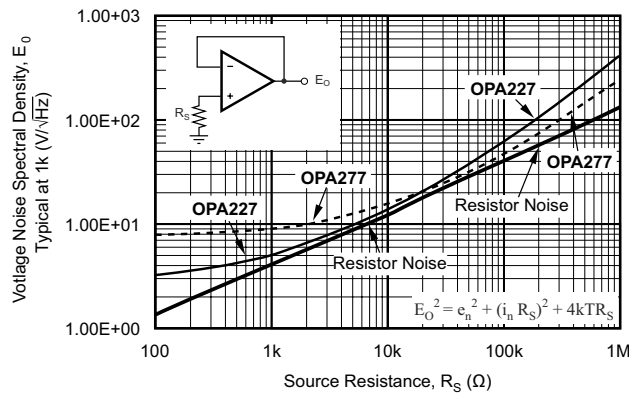

図 7-4. ユニティ・ゲイン・バッファ構成の OPA227 のノイズ性能
ユニティ・ゲイン構成のオペアンプでソース・インピーダンスを変化させたときの回路の合計ノイズを、図 7-4 に示します (帰還抵抗ネットワークを使用していないため、他にノイズの原因となるものはありません)。2 つの異なるオペアンプと、回路の合計ノイズの計算値が示されています。OPA227 は電圧ノイズが非常に小さいため、ソース・インピーダンスが低い (20kΩ 未満) 場合に適した選択肢です。類似の高精度オペアンプ OPA227 では、電圧ノイズが多少大きくなりますが、電流ノイズは小さくなります。OPA277 は、中程度のソース・インピーダンス (10kΩ~100kΩ) で優れたノイズ性能を実現します。100kΩ を上回る場合は、OPA132 (超低電流ノイズ) のような FET 入力オペアンプの方が優れた性能を発揮する可能性があります。図 7-4 の式を使用して、回路の合計ノイズを計算します。ここで、 $e_n$ =電圧ノイズ、 $i_n$ =電流ノイズ、 $R_S$ =ソース・インピーダンス、 $k$ =ボルツマン定数= $1.38 \times 10^{-23}$  J/K、 $T$  はケルビン (K) 単位の温度です。ノイズの計算の詳細については、セクション 7.3.7 を参照してください。
ソース・インピーダンスの抵抗の部分では、抵抗の平方根に比例する熱ノイズが発生します。この関係を、図 7-4 に示します。ソース・インピーダンスは一般に固定されているため、ノイズ全体に占める割合ができるだけ少なくなるよう、オペアンプと帰還抵抗を選択します。
ユニティ・ゲイン構成のオペアンプでソース・インピーダンスを変化させたときの合計ノイズを、図 7-4 に示します (帰還抵抗ネットワークを使用していないため、他にノイズの原因となるものはありません)。オペアンプでは、電圧ノイズと電流ノイズの両方が発生します。電圧ノイズは一般的に、オフセット電圧の時間によって変化する要素としてモデル化されます。電流ノイズは、入力バイアス電流の時間によって変化する要素としてモデル化され、ソース抵抗に反応して、ノイズの電圧要素を形成します。したがって、特定のアプリケーションに対する最小ノイズのオペアンプは、ソース・インピーダンスによって異なります。ソース・インピーダンスが小さい場合は、電流ノイズは無視できるもので、通常は電圧ノイズが大部分を占めます。ソース・インピーダンスが大きい場合は、電流ノイズが大部分を占めることがあります。